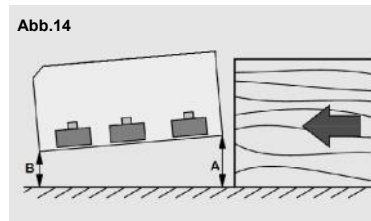

Abb.14
Bei einem Einsatz des Vorschubapparats in "waagerechter Position" (Abb.14) muss der Abstand (B) zwischen der Ausgangsrolle und der Fläche der Werkzeugmaschine 5–6 mm kleiner sein als der Abstand (A), d. h. der Abstand zwischen der Eingangsrolle und der Fläche der Werkzeugmaschine.